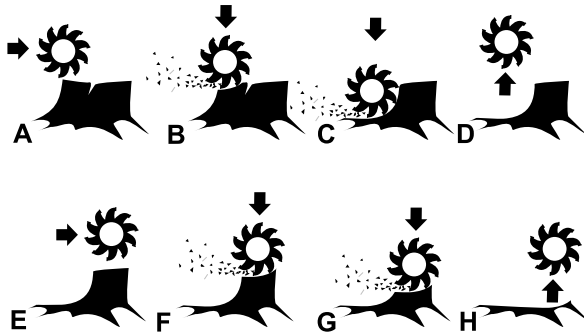

Figura 9
5. Mueva la rueda de corte hacia un lado (Figura 8), luego bájela aproximadamente 1 a 2.5 cm (1/2 a 1 pulgada) sobre la esquina superior delantera del tocón. Mueva la rueda de corte hacia un lado y otro, bajando la rueda de 1 a 2.5 cm (1/2 a 1 pulgada) aproximadamente antes de cada pasada, hasta que haya eliminado la parte delantera del tocón hasta el nivel del suelo (A – D en Figura 9).
7. Repita los pasos 5 y 6 hasta que haya eliminado el tocón por completo (E – H en Figura 9).